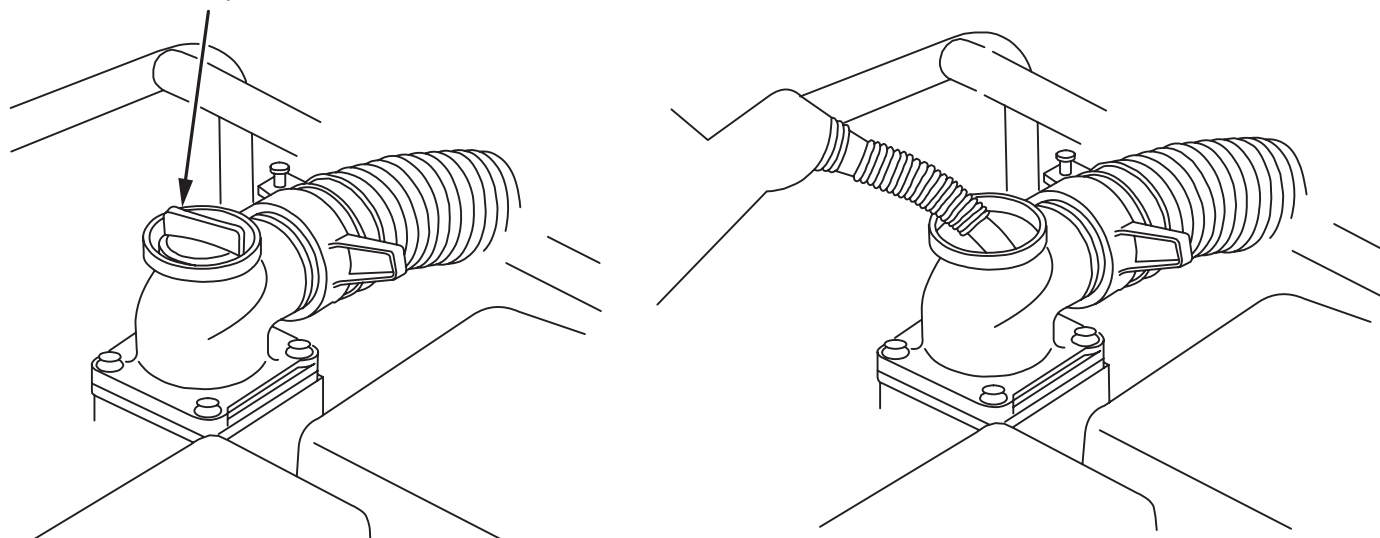

Рис.9
- заполните насос водой до края горловины (рис.9).